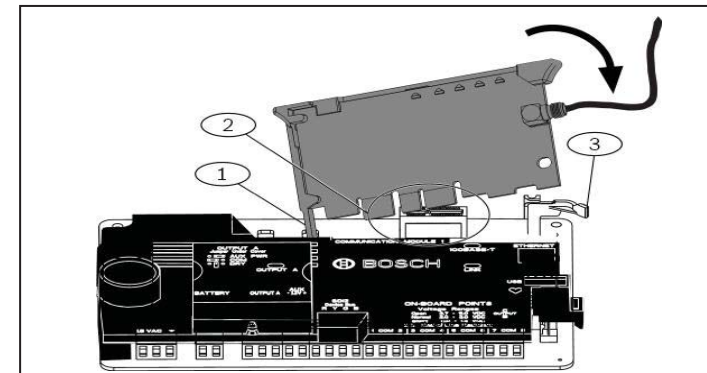

Abbildung 2.3: Installation des Moduls
1. Führen Sie das Stützbein in die mit X gekennzeichnete Montagebohrung ein, sodass das Modul zur Zentrale zeigt, wie in Abbildung 2.3 gezeigt.